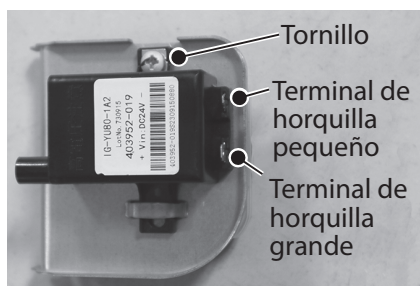

Figura 33 - Desconexión del conjunto de encendedor
- 9** Desconecte las dos conexiones de terminal de horquilla en la parte trasera del conjunto de encendedor. Consulte la Figura 33.